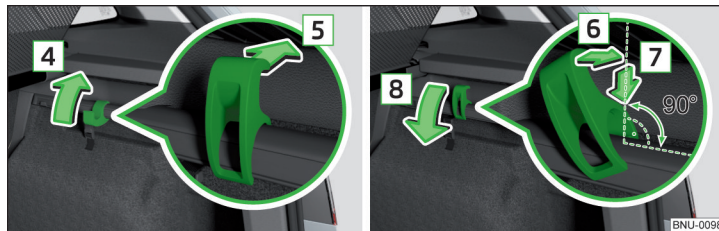

Abb. 132 Haken abnehmen/einsetzen
- › Den Haken in Pfeilrichtung **4** in die senkrechte Stellung klappen » Abb. 132.
- › Den Haken in Schrägrichtung auf die Befestigungsleiste stecken und in Pfeilrichtung **6** gerade richten » Abb. 132.